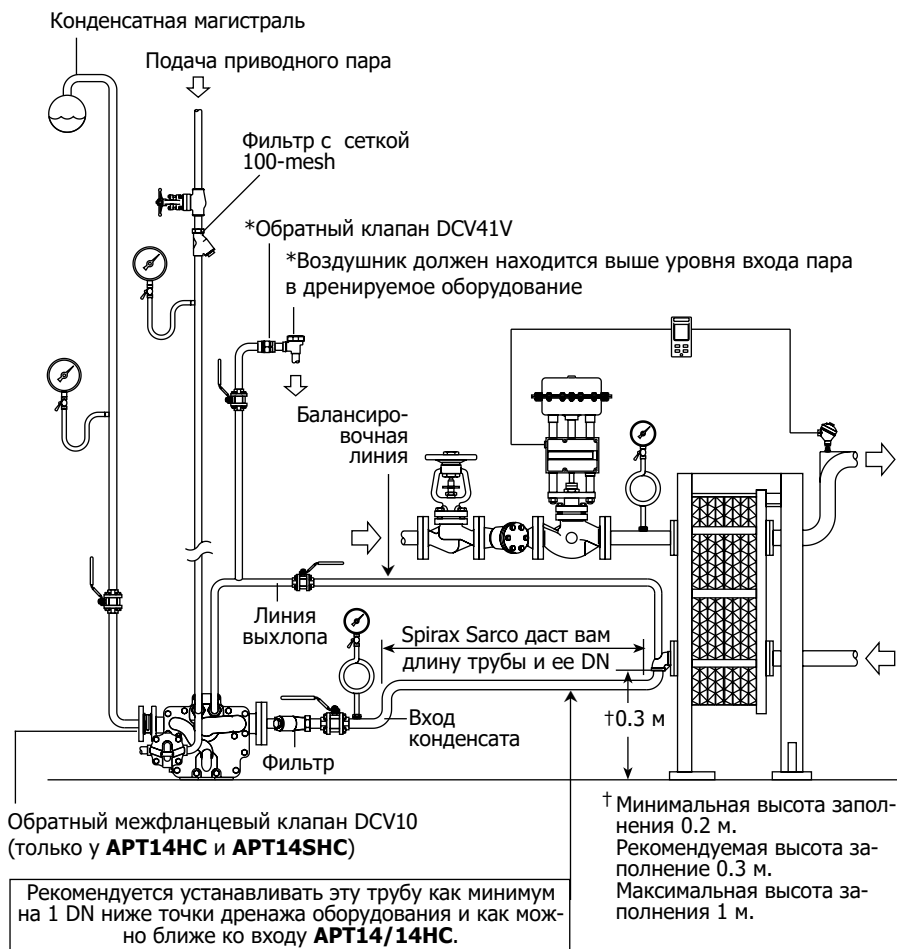

Рис. 12
Такой ресивер следует располагать не менее чем на 1 DN трубы ниже дренажного оборудования и как можно ближе ко входу конденсата в конденсатоотводчик. Кроме этого, на входе в АРТ14/14HC/14SHC рекомендуется установить Y-образный фильтр (с перфорацией 0.8 мм), как показано на рис. 12.
4.3 Соединения (см. рис. 12)
конденсатной трубы, как показано на рис. 12.
На рис. 12 показаны рекомендуемые места установки манометров: на линии подачи приводного пара, на линии подачи пара перед теплообменником, на выходе конденсата из теплообменника и линии конденсата за конденсатоотводчиком.
5.1 Убедитесь, что подводящие и отводящие трубопроводы подсоединены в соответствии с рис. 12, 13 и 14. Медленно откройте запорный клапан на линии подачи пара. Убедитесь, что балансирующая линия открыта.